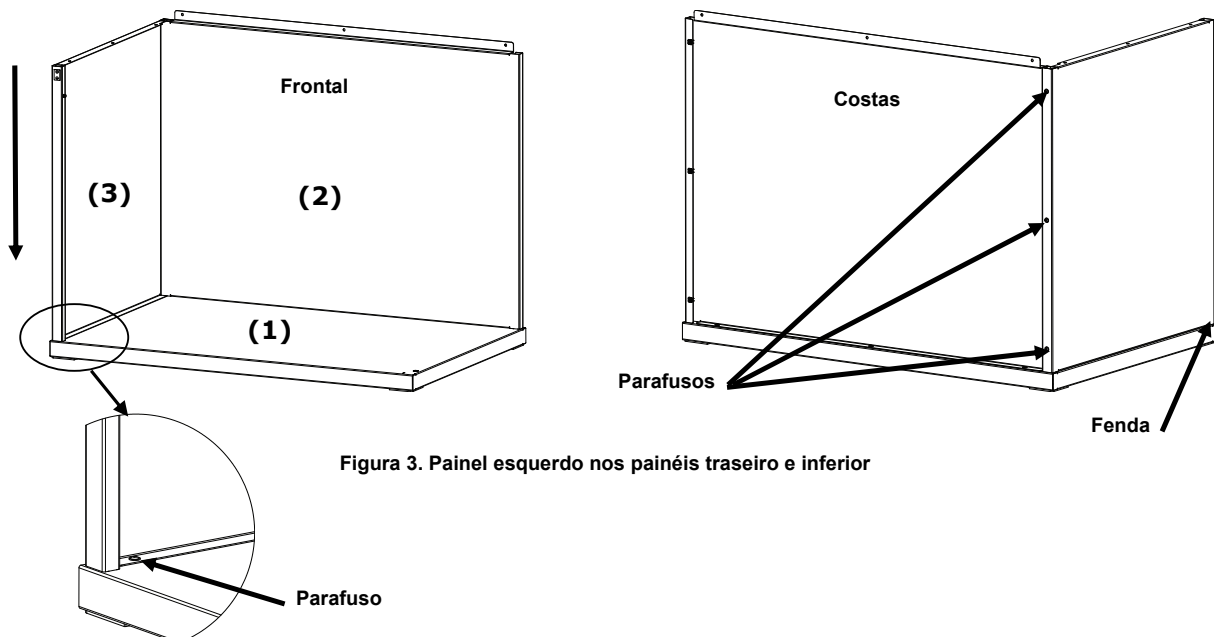

Figura 3. Painel esquerdo nos painéis traseiro e inferior
3. Ao mesmo tempo que apoia o painel traseiro (2), posicione o painel esquerdo (3), com o lado liso voltado para fora, sobre a borda superior do painel traseiro (2).
4. Deslize o painel esquerdo (3) para baixo ao longo da canaleta de interconexão até que a aba frontal do painel esquerdo (3) se encaixe no painel inferior (1). Fixe o painel esquerdo (3) aos painéis inferior e traseiro prendendo-o com quatro parafusos conforme ilustrado na Figura 3.